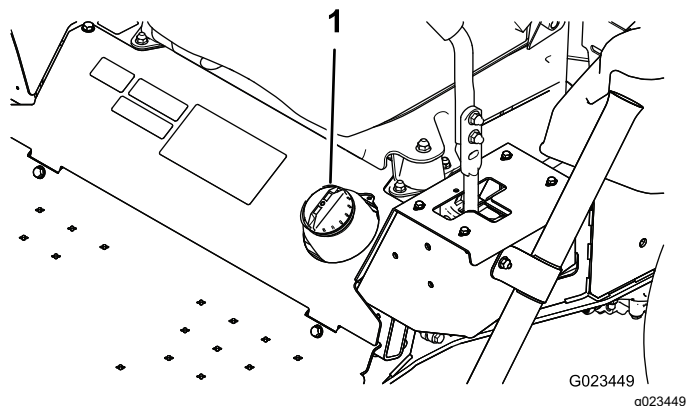

Рисунок 13
2. Очистите поверхность вокруг крышки топливного бака (Рисунок 13).